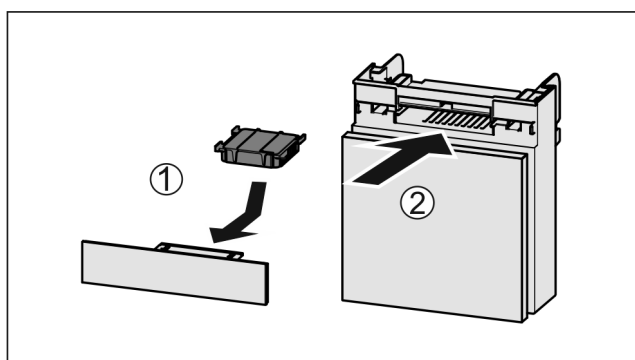

Fig. 256
- Aktivkohlefilter nach Abbildung einsetzen Fig. 256 (1).
- Fach einschieben Fig. 256 (2).